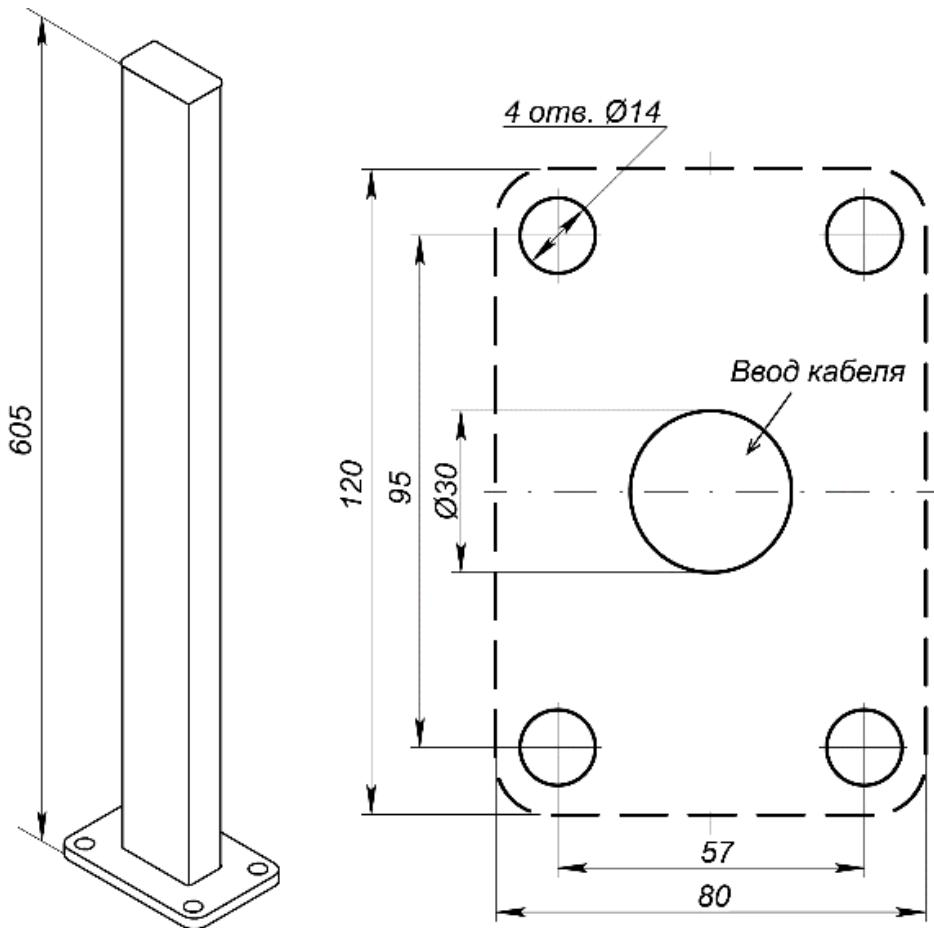

Рисунок 22. Внешний вид и схема разметки отверстий для установки стойки для фотоэлемента безопасности PERCo-GDS1
Фотоэлементы безопасности могут устанавливаться на стойках **PERCo-GDS1** (входит в дополнительный комплект поставки) (см. рис. 22).
2. Выполните в установочной поверхности отверстия под анкерные болты в соответствии с разметкой (см. рис. 22), а также штробы для проводов питания и соединения при необходимости.